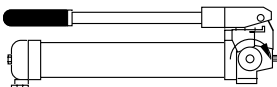

Figure 1
1. Fermer le robinet de décharge en le tournant vers la droite comme illustré à la figure 1.